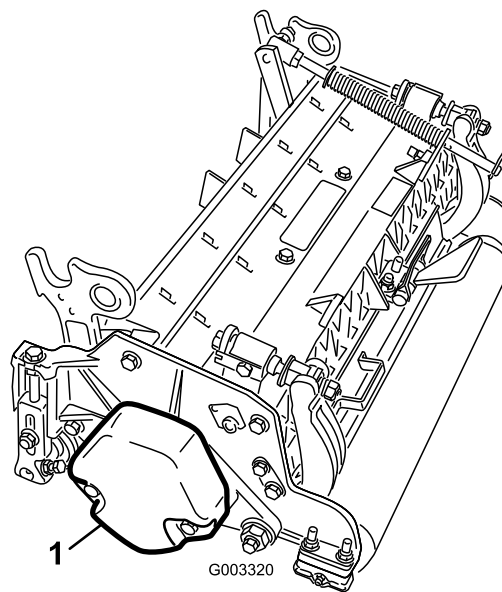

Figura 9
4. Certifique-se de que o contrapeso (Figura 9) está instalado na extremidade adequada da unidade de corte conforme descrito no *Manual do utilizador da unidade de corte*.